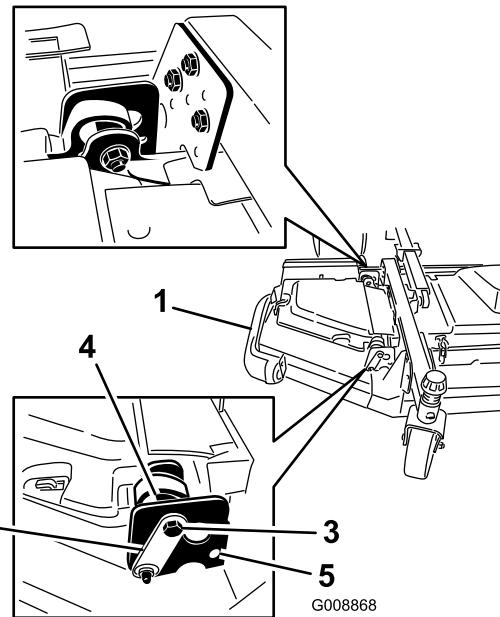

Figure 4
- Placez les boulons d'arrêt avant et arrière dans les trous supérieurs et les excentriques (Figure 4).